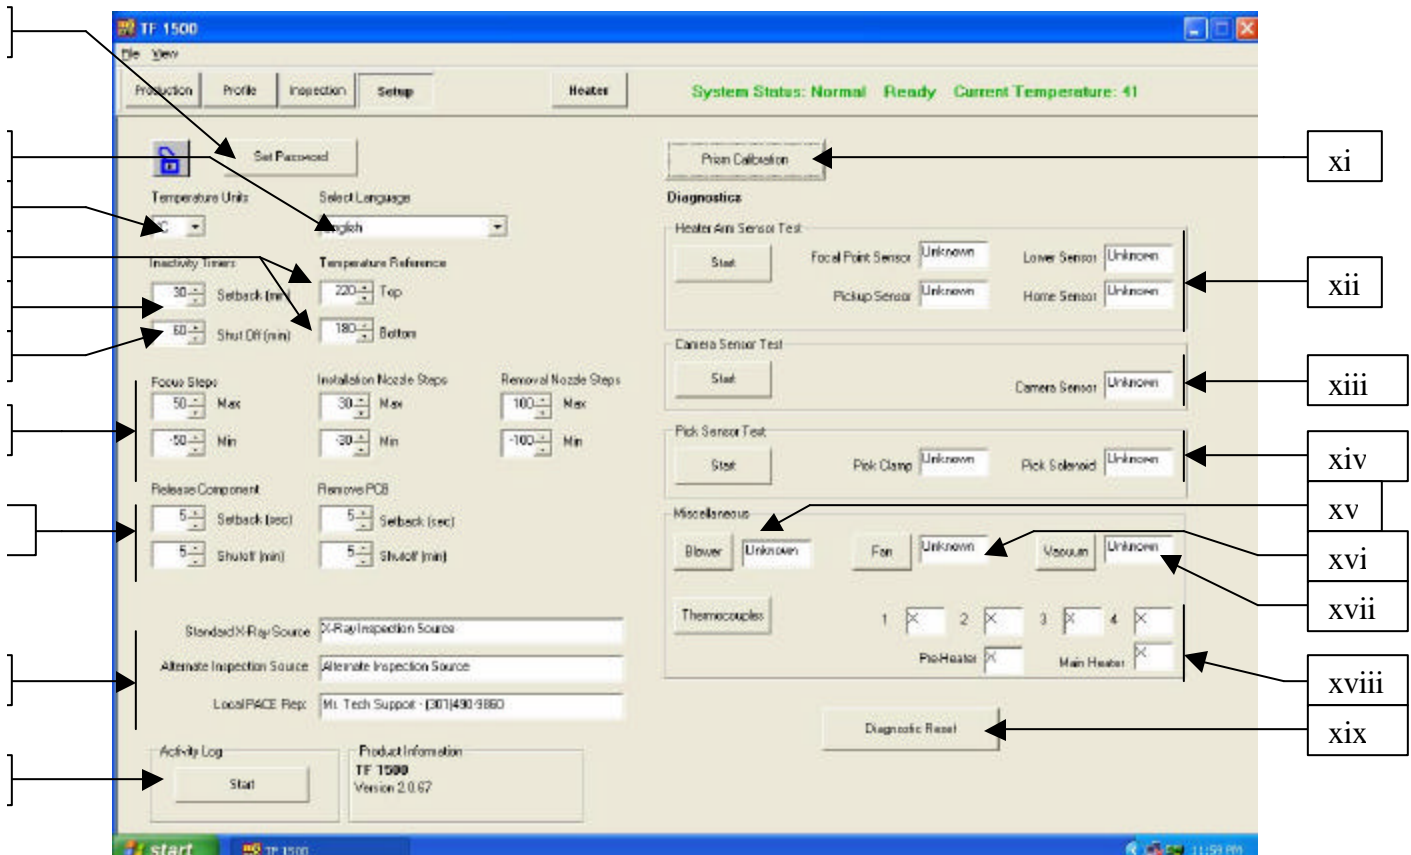

Figura 4
e. Opzioni della schermata Set up (Configurazione) (Figura 4)